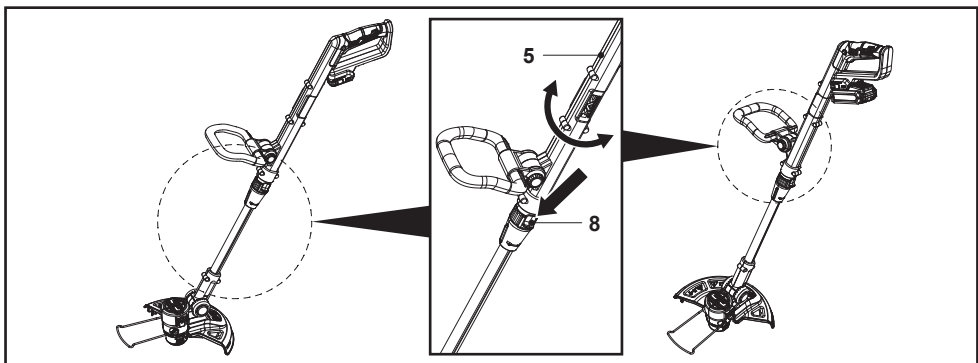

Fig. 6
**REMARQUE :** La perche supérieure (5) peut être réglée sur 2 positions (0°-90° à droite).
1. Pousser le verrou de réglage de l'angle (8) vers le bas (Fig. 6).
2. Tourner la perche supérieure (5) de 90° (Fig. 6).
3. Relâcher le verrou de réglage d'angle (8).
4. S'assurer que la perche supérieure (5) est bien verrouillée.